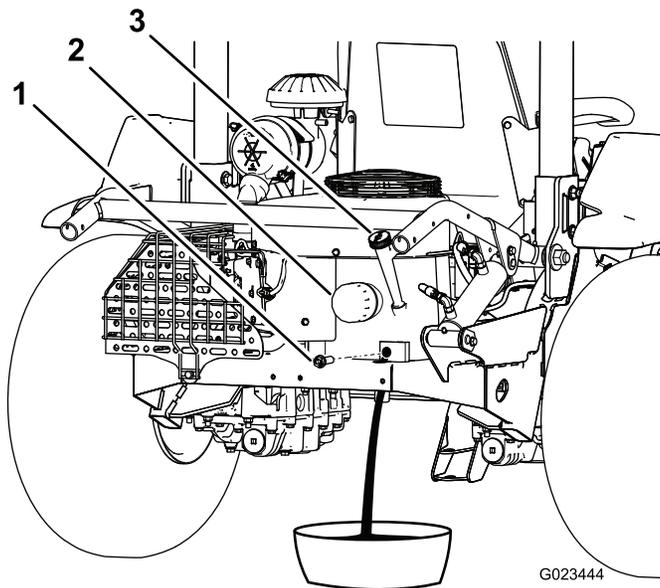

Bild 40
3. Entfernen Sie die Ablassschraube (Bild 40) und lassen Sie das Öl in einen geeigneten Behälter ab. Schrauben Sie die Ablassschraube wieder ein, nachdem das Öl abgelassen ist.